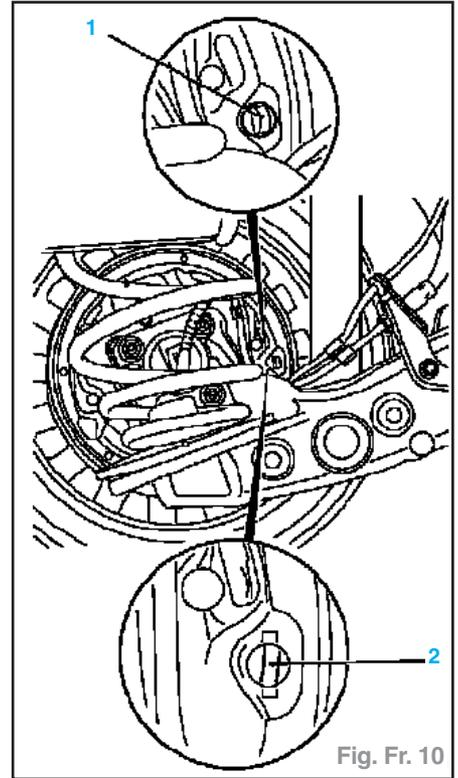

Fig. Fr. 10
- Retirer le bouchon (1) du trou de regard du plateau et contrôler l'épaisseur restante de la garniture (Fig. Fr. 10).